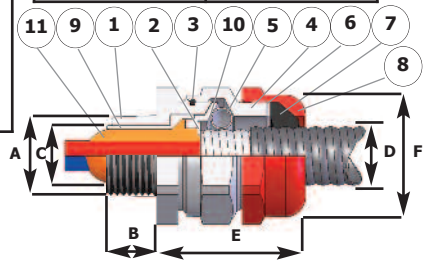

Fig. 1 Entry Component A Sub-assembly B
- Désassemblez le connecteur en dévissant le composant d'entrée A (pièce 1) du sous-ensemble B au niveau du corps du connecteur (pièce 4), comme l'illustre la figure 1. Les pièces 9 et 10 ne sont pas fixées. Assurez-vous de ne pas endommager la surface extérieure du tube de composé d'étanchéité.